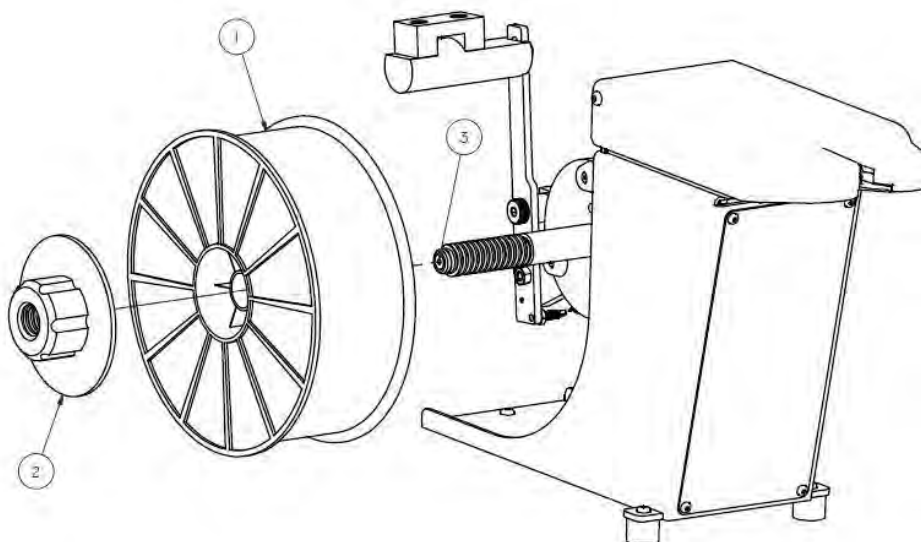
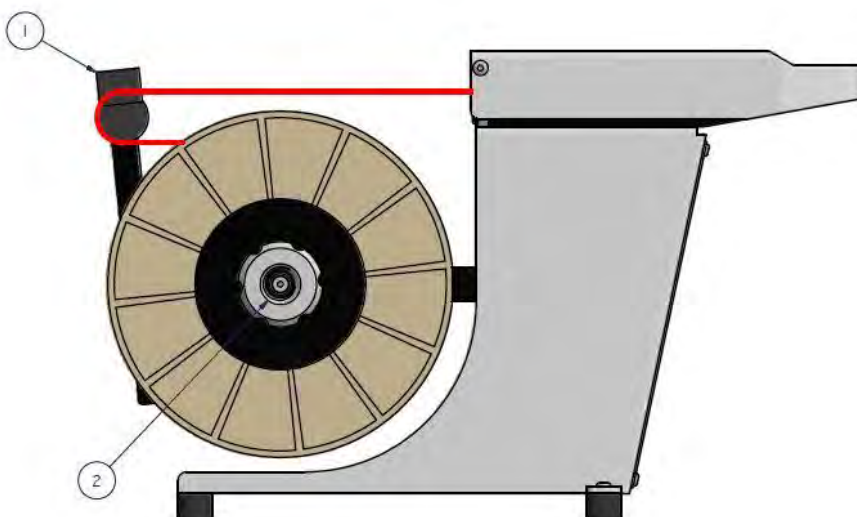
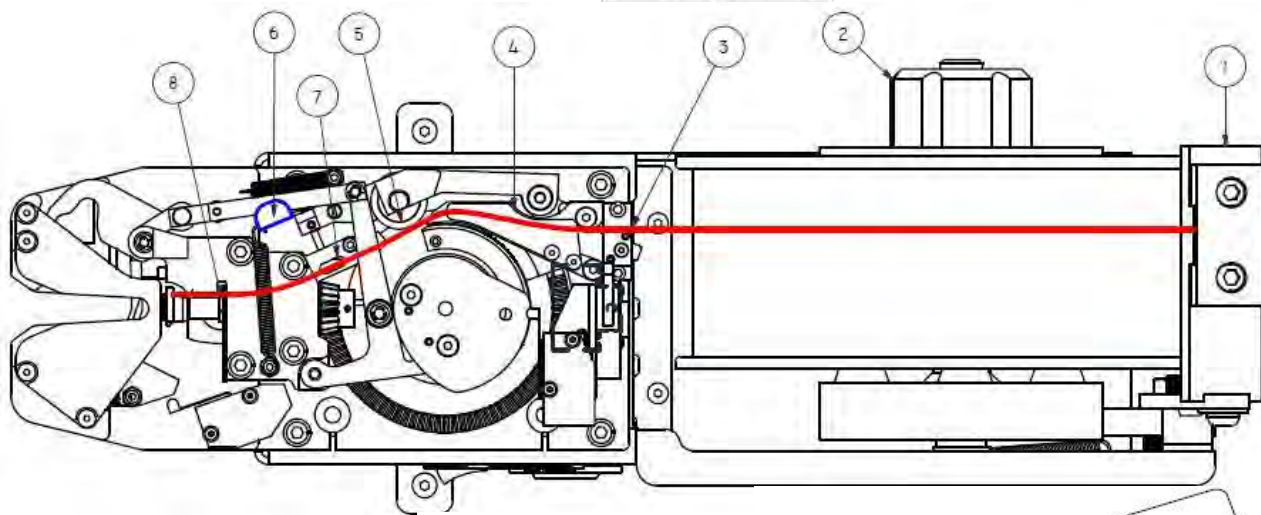
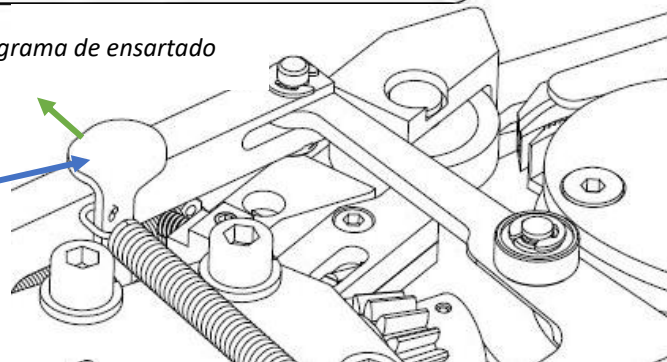

Figura 2.3.1 Carga/descarga de un carrete
Figura 2.3.2 Diagrama de ensartado por la máquina
Figura 2.3.3 Perfil del diagrama de ensartado
Figure 2.3.4 Brazo de pivote
(Consulte la Figura 2.3.1 , Figura 2.3.2 , Figura 2.3.3 , y Figure 2.3.4)
1. Coloque el carrete en el husillo roscado (3). Asegúrese de que el plastinado salga de la parte superior del carrete hacia el brazo oscilante (Figura 2.3.1).
2. Apriete el bloqueo del carrete (2) hacia la izquierda, sobre las roscas, para mantener en su lugar al carrete.
1. Corte el material entre el carrete y el conjunto anti-retorno en la parte trasera de la máquina. Consulte *la Figure 2.3.4*. Si el carrete está vacío y el material de cinta se desprende libremente del carrete, continúe con lo siguiente.